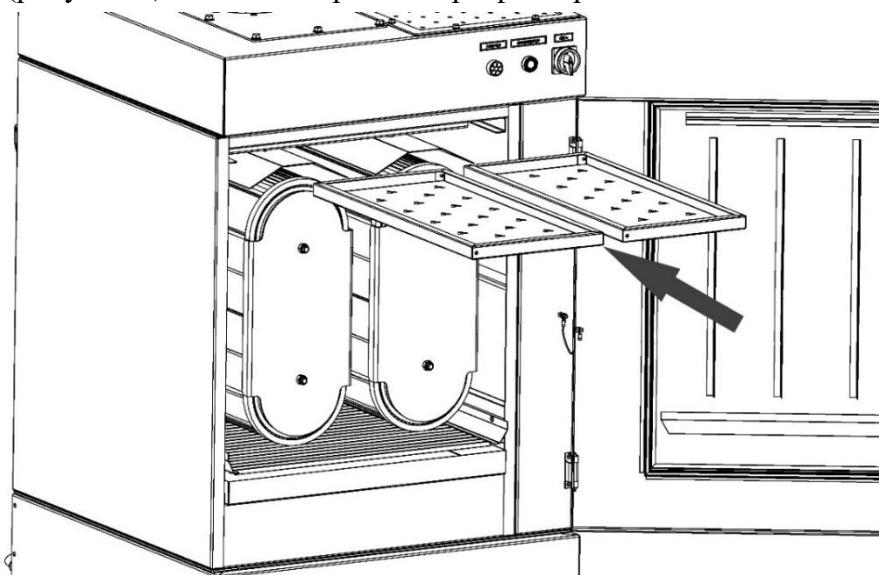

Рисунок 7
5.1.1 Префильтр является дополнительным комплектующим и устанавливается в фильтровальной камере в количестве двух штук. Для монтажа префильтров необходимо открыть дверь фильтра, вставить каждый префильтр между направляющим и задвиныть в фильтровальную камеру до упора (рисунок 7). Плотно закрыть дверь фильтра.